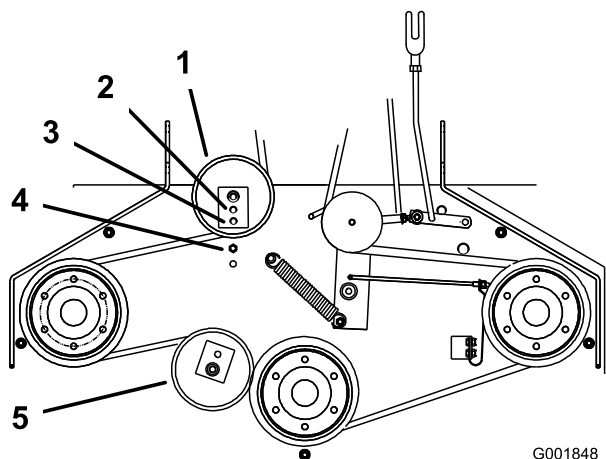

Figura 47
- Si no es posible ajustar más el tensor y la correa todavía está floja, será necesario cambiar la polea tensora trasera al taladro central o delantero (Figura 47). Utilice el taladro que permita el ajuste correcto.
- Cuando se cambia de posición la polea tensora, será necesario cambiar también la guía de la correa. Mueva la guía de la correa a la posición delantera (Figura 47).